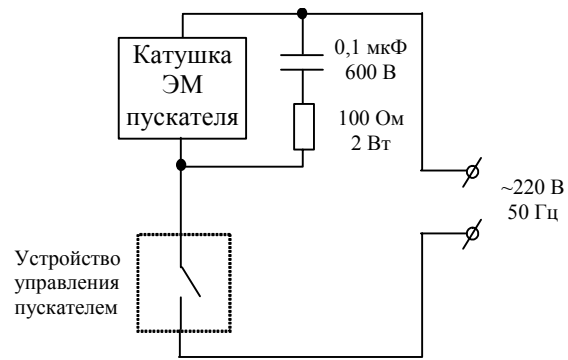

Рис. 4.3
4.4.2. При наличии рядом с прибором индуктивных электромагнитных устройств переменного или постоянного тока (например, катушки электромагнитных пускателей), настоятельно рекомендуется применение помехоподавляющих RC - цепочек (100 Ом, 0,1 мкФ) - (рис.4.3).